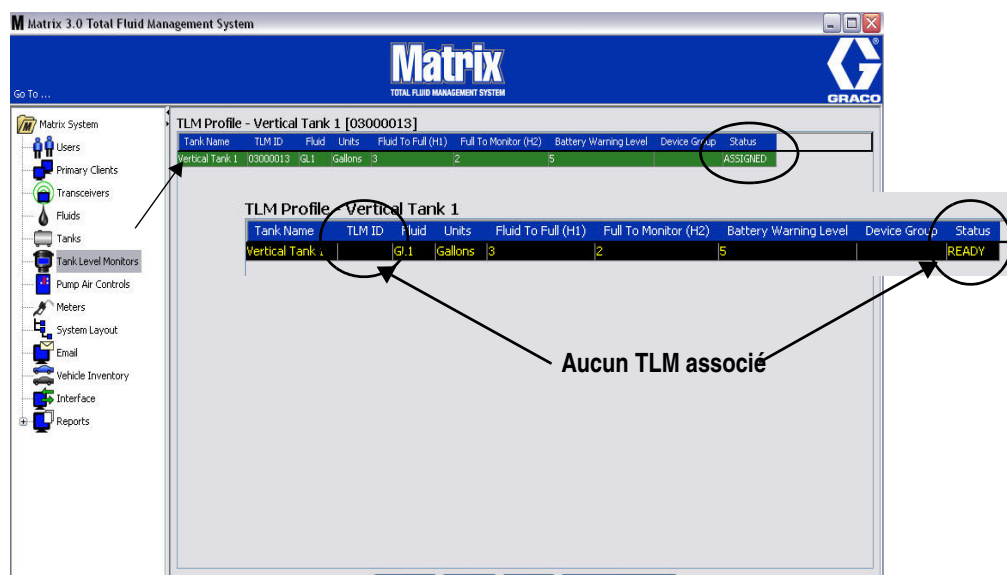

FIG. 109
3. Lorsque tous les champs ont été remplis, cliquez sur le bouton "OK" en bas de l'écran "Add TLM Profile" (Ajouter un profil de TLM). Le profil est ajouté en haut de la liste. "Assigned" (Assigné) dans la colonne "Status" (Statut) confirme que le profil est complet. "Ready" (Prêt) apparaît dans la colonne "Status" (Statut) lorsque le profil est incomplet. Notez que, dans la FIG. 109, le champ "TLM ID" (Identification de TLM) est vierge indiquant qu'un TLM n'est pas associé au système Matrix.